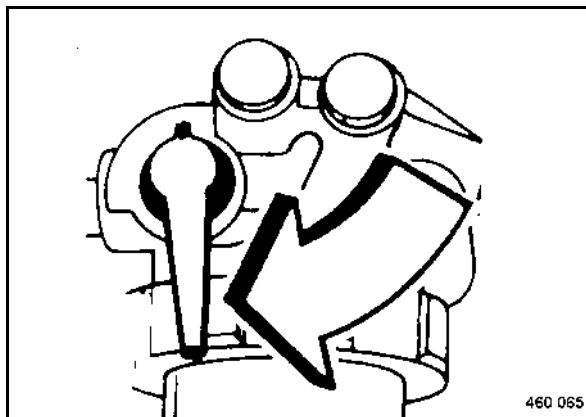

fig. 109
- Tourner la manette de la vanne d'arrêt du carburant (fig. 109) en position verticale.